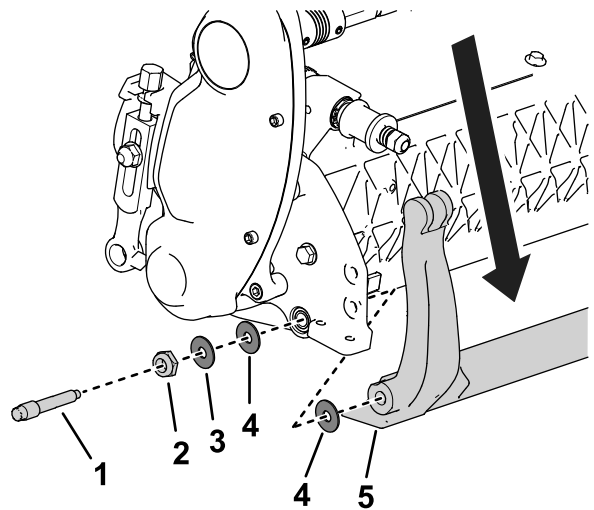

Figura 20
3. Em cada um dos lados da máquina, desaperte a porca de bloqueio que se mostra na Figura 20.
4. Remova cada um dos parafusos da barra de apoio, de modo a puxá-la para baixo e retirá-la da unidade de corte (Figura 20).
Guarde as duas anilhas de plástico e a anilha de aço de cada uma das extremidades da barra de apoio (Figura 20).